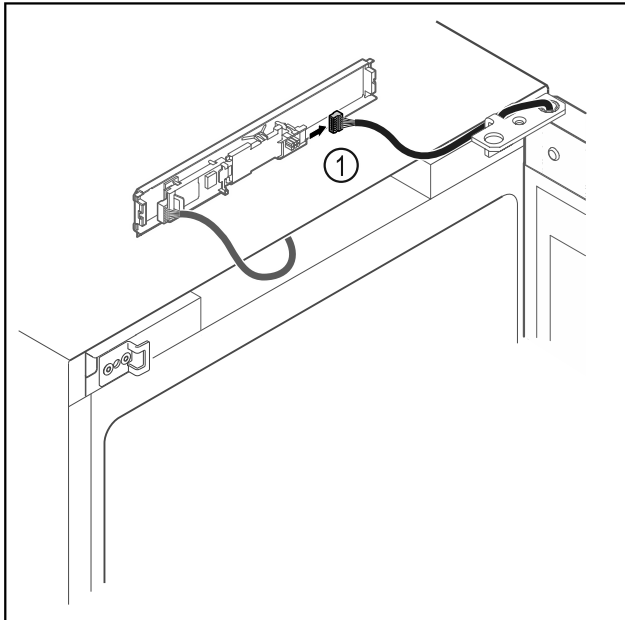

Fig. 14
- Irrota pistoke Fig. 14 (1) levystä.